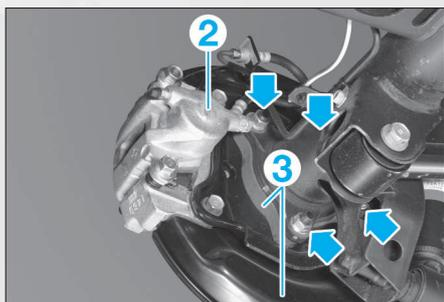

FIG. 8
- l'étrier de frein arrière (2) (voir opération concernée au chapitre "FREINS") (fig. 8).